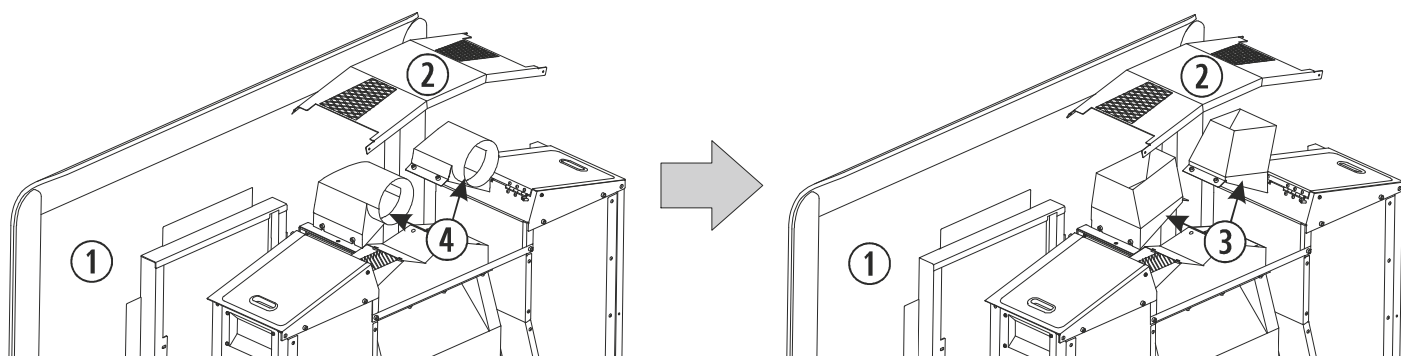

Figura 16
As estufas *Venezia* e *Ibiza* enviam-se com as bocas de ar canalizável de Ø116cm. Em caso de não querer canalizar por conduto o ar de convecção, opcionalmente poder-se-ão substituir as bocas de ar para canalização (④) por saídas directas verticais (③) (ver *figura 16*), para ter um melhor acesso às bocas de ar no momento de substituir.